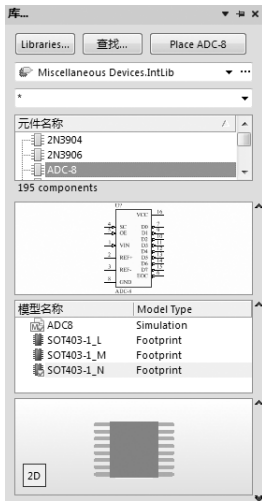
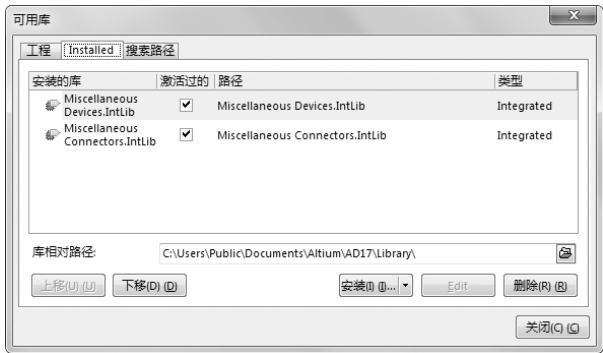

图 2-48 “库”面板
图 2-49 “可用库”对话框
(1) 将光标箭头放置在工作窗口右侧的“库”标签上，此时会自动弹出“库”面板，如图 2-48 所示。
(2) 如果在工作窗口右侧没有“库”标签，只要单击底部面板控制栏中的“System/Libraries”（系统/元件库），在工作窗口右侧就会出现“库”标签，并自动弹出“库”面板。可以看到，在“库”面板中，Altium Designer 17 系统已经加载了两个默认的元件库，即通用元件库（Miscellaneous Devices. IntLib）和通用接插件库（Miscellaneous Connectors. IntLib）。
(1) 选择菜单栏中的“设计”→“添加/移除库”命令，或者在如图 2-48 所示的“库”面板左上角中单击“库”按钮，系统将弹出如图 2-49 所示的“可用库”对话框。
从图 2-49 中可以看到此时系统已经装入的元件库，包括通用元件库（Miscellaneous Devices. IntLib）和通用接插件库（Miscellaneous Connectors. IntLib）等。